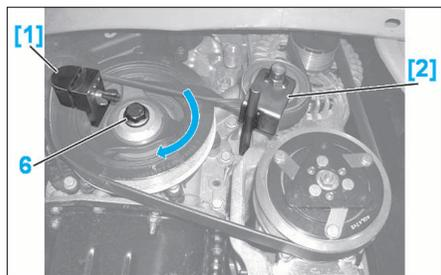

FIG. 26
• Tourner dans le sens horaire la poulie de vilebrequin par la vis (6) jusqu'au montage complet de la courroie d'entraînement des accessoires (2) sur la poulie (4) de vilebrequin et jusqu'au dégageement de l'outil [1] (Fig.26).